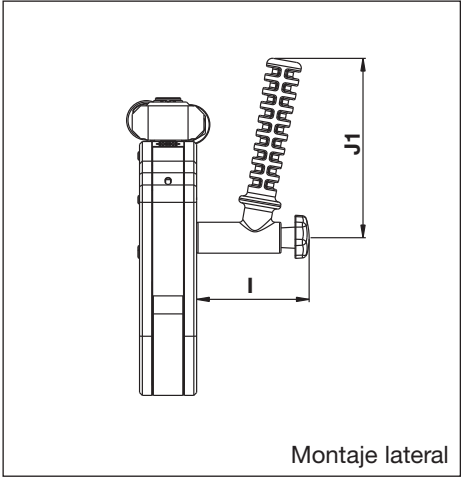

Fig. 25
6.1.3 Dimensiones, palanca de posicionamiento angular, serie SWH (Fig. 25)